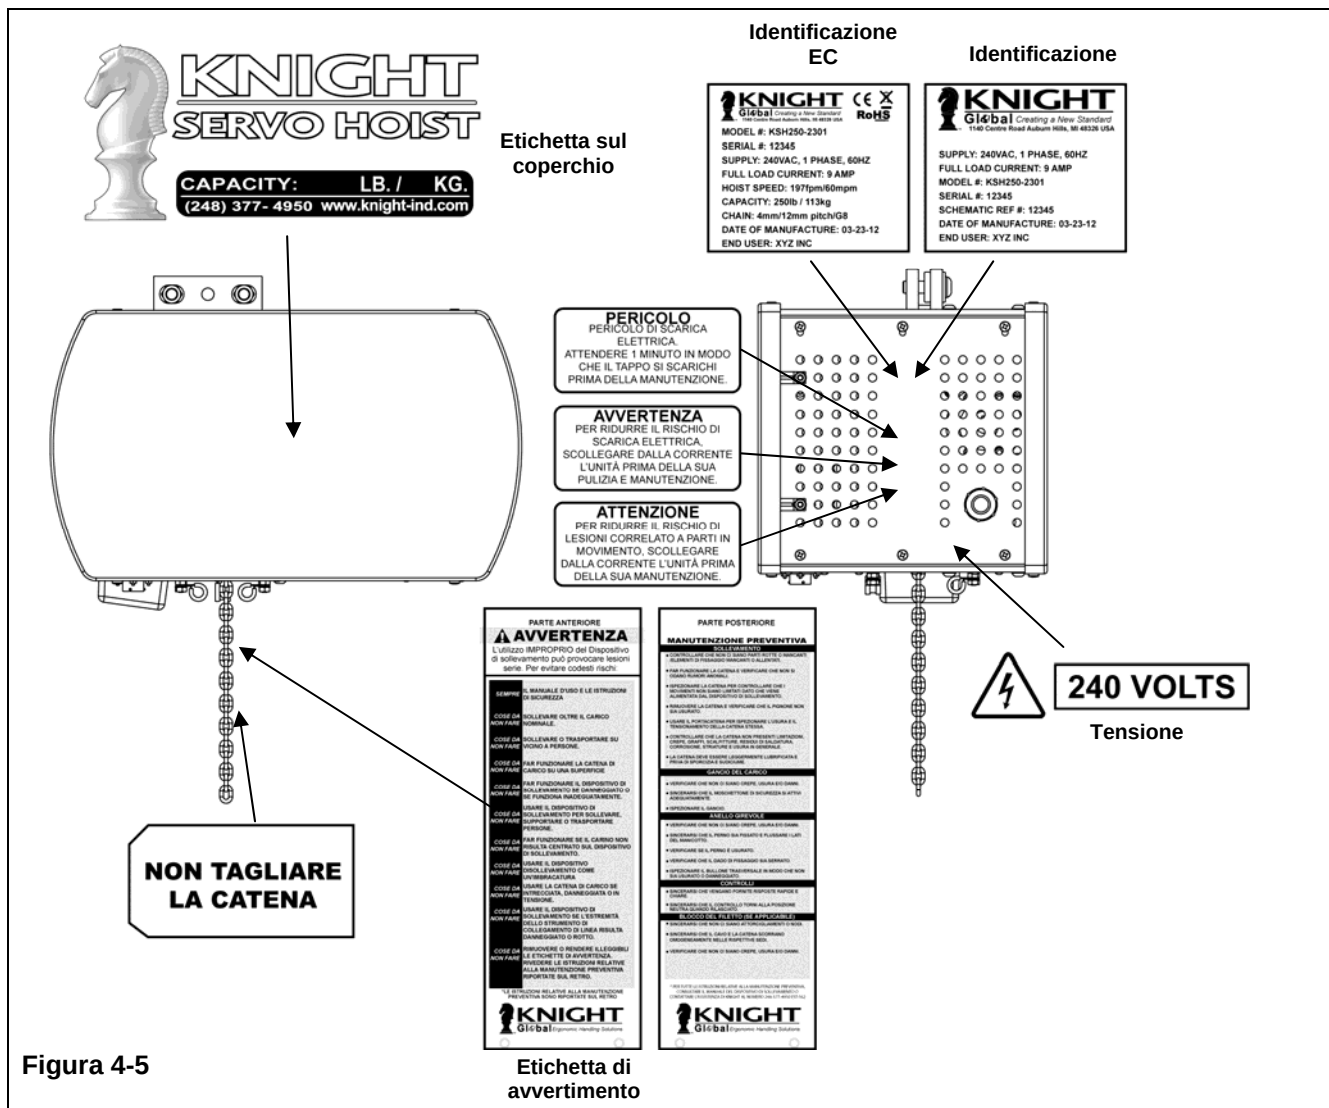

Figura 4-5
- Sincerarsi che tutte le etichette siano intatte e leggibili. Sostituirle se del caso (cfr. Figura 4-5).